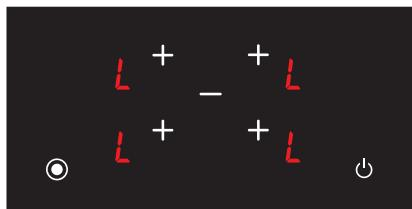

Рис. 25
2. Значок **L** відображається на всіх індикаторах у тому разі, якщо увімкнені плита та режим захисту від дітей (Див. рис. 25). Значки **Q** і **H** відображаються у разі, якщо будь-яка конфорка є гарячою. Можна увімкнути або вимкнути плиту тільки за допомогою кнопки **⊕**.